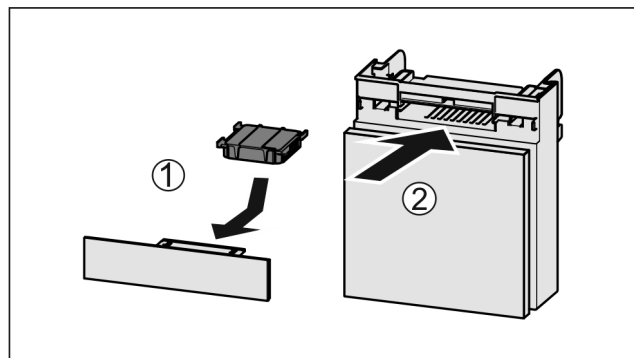

Fig. 53
- Вставити фільтр з активованого вугілля за малюнком Fig. 53 (1).
- Вставити відділення Fig. 53 (2).